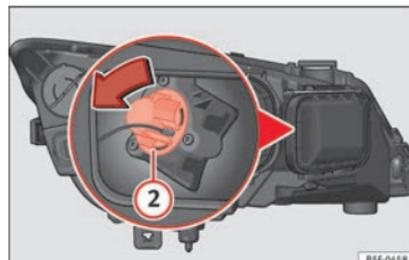

Abb. 107 Glühlampe für Blinklicht
- Drehen Sie den Lampenträger » **Abb. 107** ② nach links und ziehen Sie.